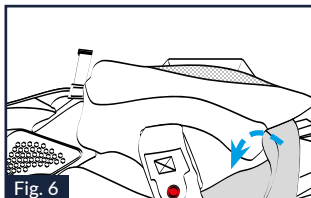

Fig. 6
5.4. Den hinteren Teil des Polsters der linken Wangenpolsterung in das Helminnere ziehen, um den Befestigungsknopf auf der Rückseite zu öffnen (Abb. 6).
12.3. Den Kinnriemen in die entsprechende Führung an der Wangenpolsterung einsetzen und am hinteren Befestigungsknopf an der Rückseite andrücken, um ihn an vorgesehener Stellen an der Polystyrol-Wangenpolsterung zu befestigen (Abb. 6).